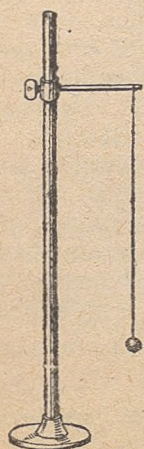

Рис. 21.
23. Вертикальнѣй направлennѣ. Штатив бердѣ крепитам сунис, кѣдѣн ѣштѣтѣма грузок, и видзѣтам сунисыс направлennѣ вылѣ (рис. 21). Му бердѣ кысикѣ грузыс нукѣтас сунисѣ сыланѣ, кытчѣ сійѣ кыскѣ Муыс. Отметитам кытшѣм-либо спосѣбѣн грузлісѣ положеннѣсѣ да тойыштам грузоксѣ кѣдакѣ ладѣрѣ. Кынымкѣ колебаннѣ бѣрын грузыс вилыс бѣсѣтас ассис ѣдзза положеннѣсѣ.